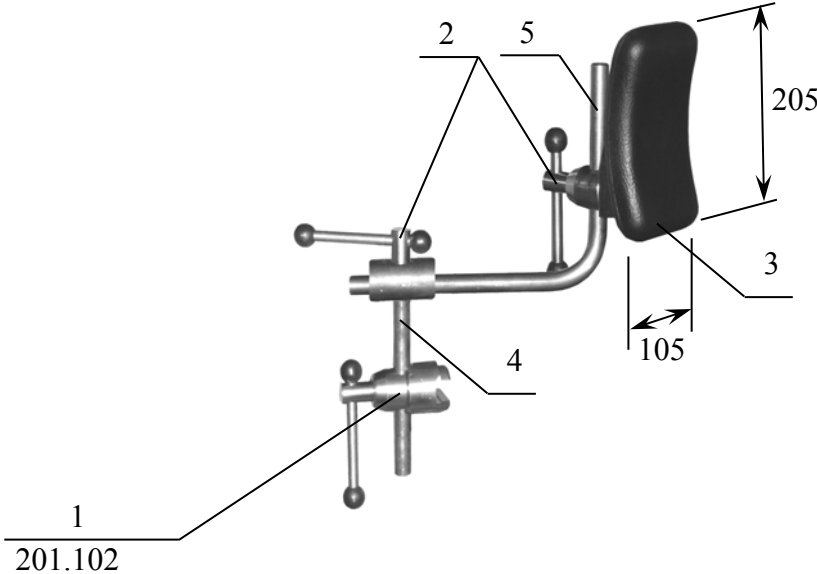

**Рисунок 7. Упор боковой.**
**7. Упор боковой (Рисунок 7).** Профилированная подушка 105х205 (мм) из литого пенополиуретана 3 с нержавеющей Z-образной стойкой и крепежными элементами для установки на направляющую рейку стола. Укомплектован зажимом 201.102. Регулируется положение вдоль панели стола, по высоте, глубине и поворачивается вокруг двух вертикальных осей Z-образной стойки.